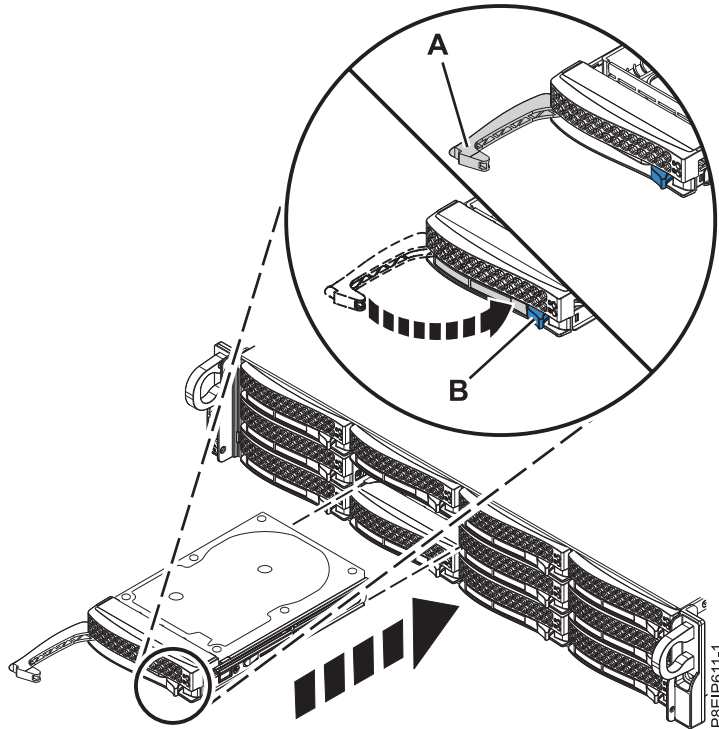

Figure 8. Détails relatifs à la fixation d'une unité de disque
4. Verrouillez la poignée de la baie d'unité (A) en poussant le loquet de la poignée jusqu'à ce qu'il soit verrouillé en position (B) comme indiqué dans la figure 8, à la page 10.